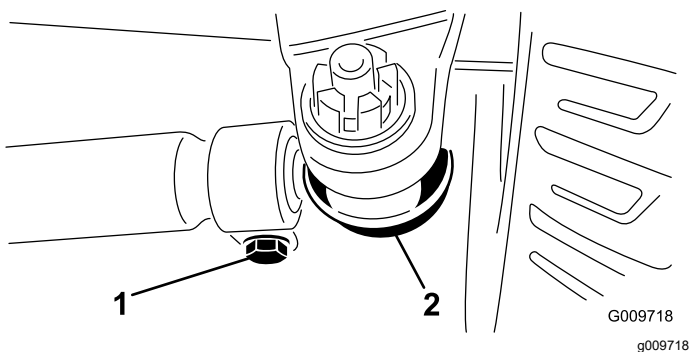

Figure 84
3. Pour le régler, retirez la goupille fendue et l'écrou de l'une des rotules de biellette (Figure 84). Déposez la rotule de biellette du support du carter de pont.
4. Desserrez les fixations aux deux extrémités des biellettes (Figure 84).